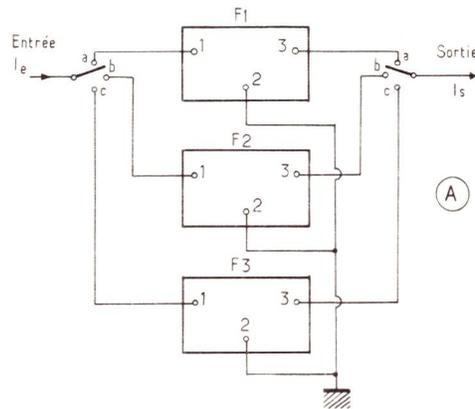

Figure 15
À la figure 15, on indique deux modes de commutation des filtres. En supposant que leur nombre est de trois :  $F_1$ ,  $F_2$  et  $F_3$ , on peut introduire en circuit le filtre désiré à l'aide de deux commutateurs à trois positions comme indiqué en (A) figure 15. Les deux commutateurs seront conjugués.
Ces filtres peuvent être montés comme indiqué à la figure 15 (B). Ils sont utilisés sur un orgue à deux claviers pour les 4' et 8'. Sur les BUS 2', 1', on pourra disposer des filtres analogues en réduisant les capacités à la moitié ou le quart de leur valeur, en même temps que les piétages.